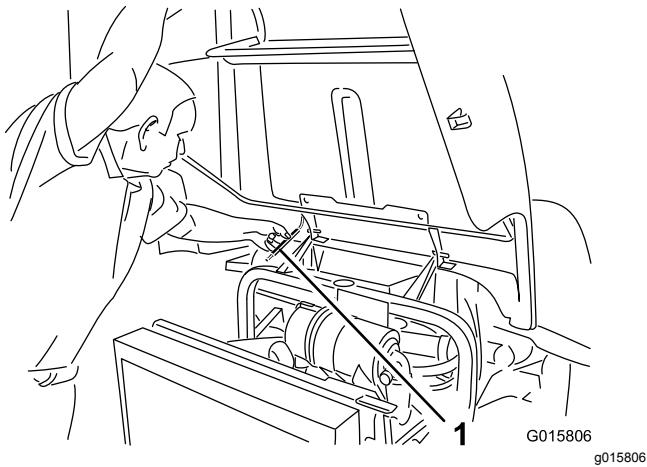

Figure 47
2. Soulevez le capot jusqu'à ce que la béquille puisse être placée derrière le tube du châssis (Figure 47).